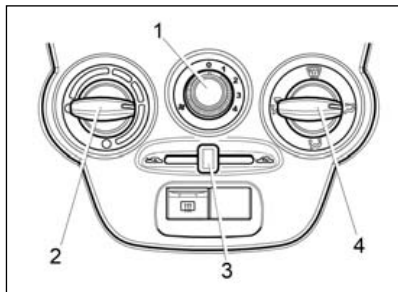

Рис. 37. Блок управления системой вентиляции и отопления
Отопительно-вентиляционная установка автомобиля предназначена для создания в салоне комфортной температуры воздуха, значение которой регулируется блоком управления системой вентиляции и отопления (рис. 37). Однако она не может обеспечить в салоне температуру ниже, чем имеет наружный воздух.
– **рукоятку 2** (см. рис. 37) повернуть против часовой стрелки в левое положение до упора (синяя точка на блоке управления);
– **рукоятку 1** (см. рис. 37) переключателя режимов работы электровентилятора отопителя поставить на желаемую скорость подачи воздуха в салон;